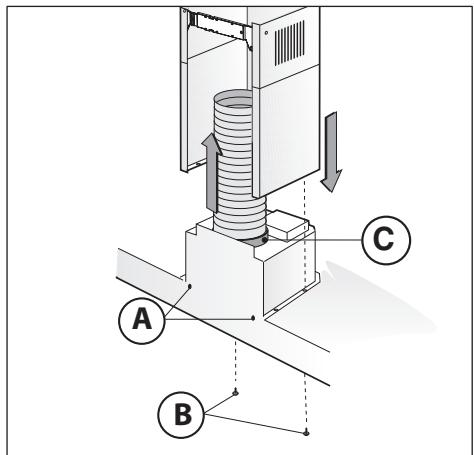

Fig.5
- När spiskåpan har justerats ska den fästas definitivt med de 2 skruvarna **A** (Fig.5).
- Anslut flänsen **C** med ett anslutningsrör till hålet för utsugning av luft (Fig.5).
- Fäst underdelen i spiskåpan med de medlevererade skruvarna **B** (Fig.5).